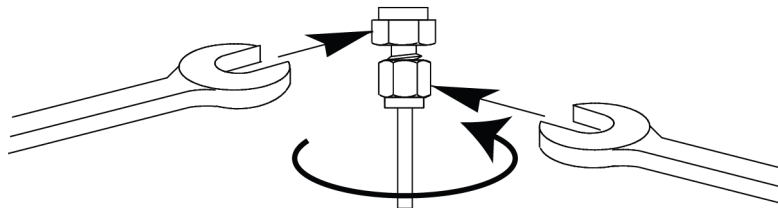

Abbildung 21. Endgültiges Anziehen
7. Verwenden Sie für 1/8-Zoll-Swagelok-Fittings zwei Gabelschlüssel, um das Fitting mit einer 3/4-Drehung anzuziehen. Siehe **Abbildung 21**.